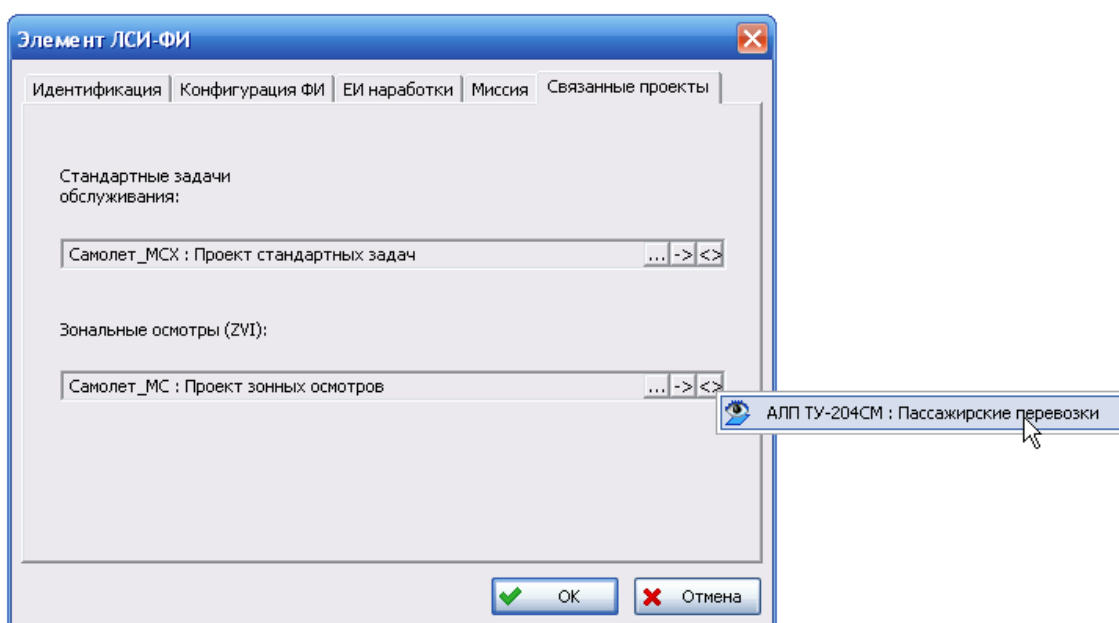

Рис. 1-7
5. Для открытия проекта зонных осмотров на просмотр нажмите на кнопку **Просмотреть проект** , затем в появившемся меню выберите проект АЛП (рис. 1-7).